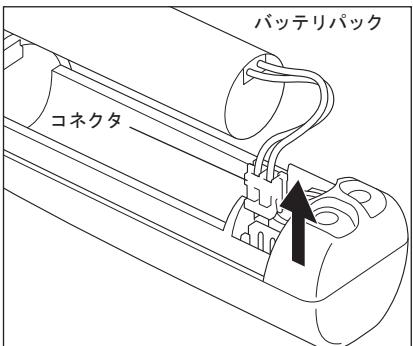

図 12
5) バッテリパックを取り出してから、コネクタのコード根元をしっかりと持って、コネクタを強く引き抜きます。(図 12)